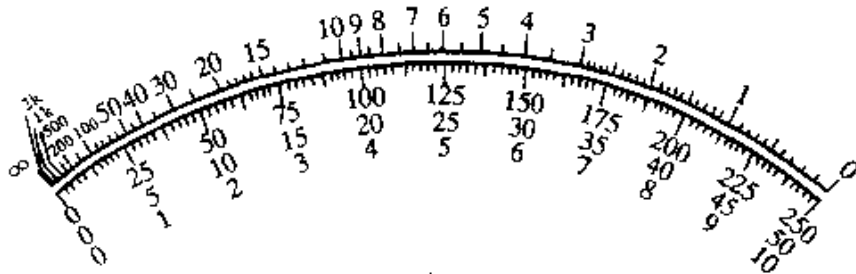

图 4-13
⑤ 本万用表共有两条刻度线:上面一条是欧姆刻度线,下面一条是电流、电压共用刻度线,如图 4-13 所示。刻度线绘制方法如下:首先将刻度线等分 100 份,左端点为 0,右端点为 100。电流、电压刻度为线性刻度,将刻度线等分标示即可。
⑥ 欧姆刻度为非线性刻度,各阻值在刻度线上的百分位置见表 4-1 所示。刻度线绘制好后,剪下粘贴在表头原表面上即可。读者也可将图 4-13 所示的刻度线直接复印使用。